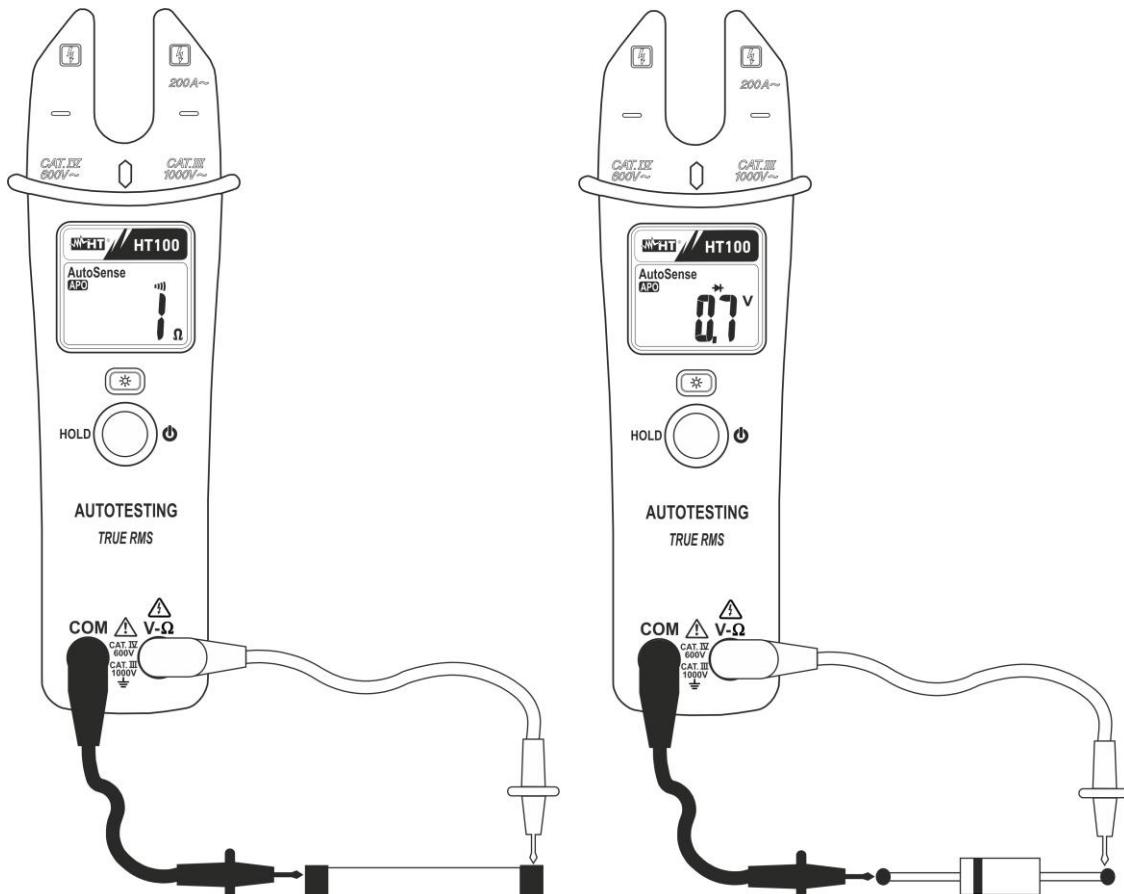

Fig. 6 : Utilisation de la pince pour test de continuité et test des diodes
1. Insérer le câble rouge dans l'entrée du jack **V-Ω** et le câble noir dans l'entrée du jack **COM** et exécuter le test de continuité sur l'objet sous test (voir la Fig. 6 - partie gauche). Le symbole « $\cdot\cdot\cdot$ » s'affiche à l'écran. L'alarme émet un signal sonore si la valeur de résistance mesurée est inférieure à 25Ω environ
3. Connecter l'embout rouge à l'anode de la diode et l'embout noir à la cathode en cas de mesure de polarisation directe (voir la Fig. 6 – partie droite). Le symbole « \rightarrow » s'affiche à l'écran. Inverser la position des embouts en cas de mesure de polarisation inverse